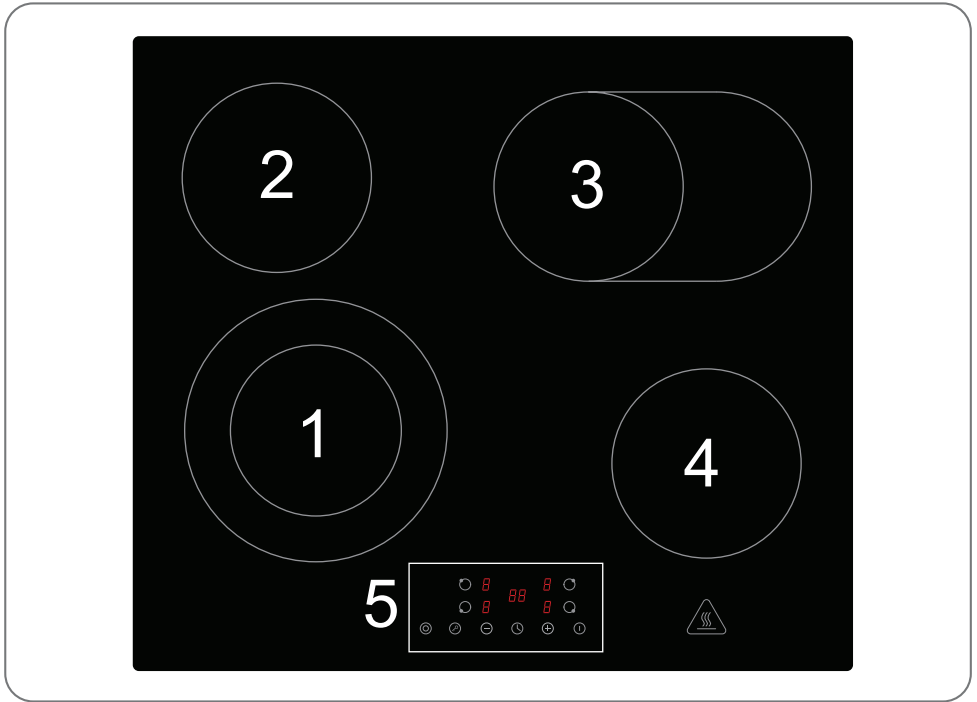
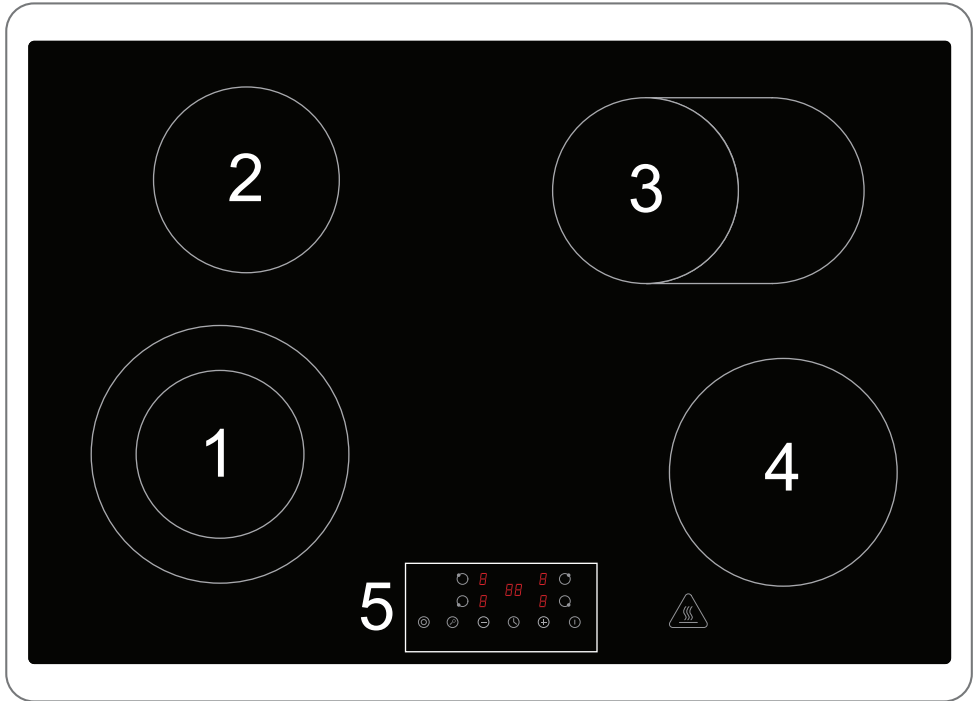

Abb. 4.6
Abb. 4.7
**HINWEIS:** Die für die Doppelkochzone verfügbaren Zonen sind Zone 1 und Zone 3, siehe (Abb. 4.6 und Abb. 4.7 ).